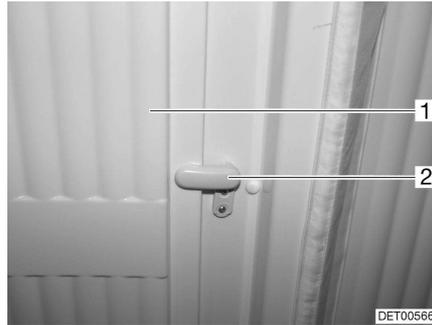

Bild 108 Verriegelung, Toilettenraum-Verkleidung
- Den Riegel (Bild 108,2) senkrecht stellen und das Innenteil (Bild 108,1) der Toilettenraum-Verkleidung ausklappen.
- Innenteil (Bild 108,1) der Toilettenraum-Verkleidung einklappen und den Riegel (Bild 108,2) waagrecht stellen.